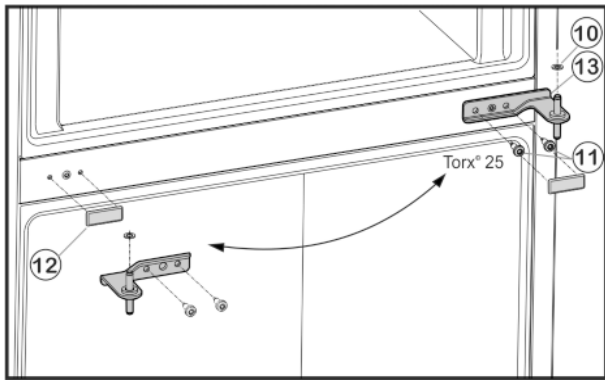

Fig. 5
- ▶ Desserrer les vis de fixation Fig. 5 (11) (2 fois Torx® 25) et retirer le support de palier du milieu de la porte inférieure.
- ▶ Retirer la rondelle en plastique Fig. 5 (10).
- ▶ Retirer le cache Fig. 5 (12) avec précaution.
- ▶ Replacer le cache Fig. 5 (12) du côté opposé.
- ▶ Remettre en place le support de palier du milieu Fig. 5 (13) à 180° dans la porte inférieure et la visser solidement à l'aide des vis de fixation Fig. 5 (11) (2 fois Torx® 25) sur le nouveau côté de la charnière (**avec 4 Nm**).
- ▶ Remettre en place la rondelle de plastique Fig. 5 (10).
- ▶ Mettre en place la porte supérieure sur le support de palier Fig. 5 (13).